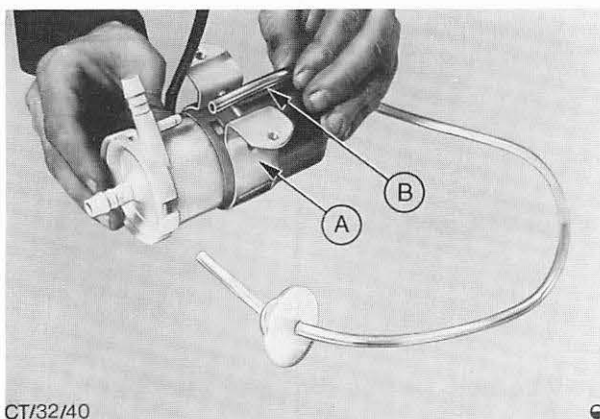

Abb. 28 A = Pumpe
10. Rücklaufleitung auf die Pumpe schieben. Abb. 28. Mehrfachstecker an den Anschlußklemmen der Pumpe anschließen.